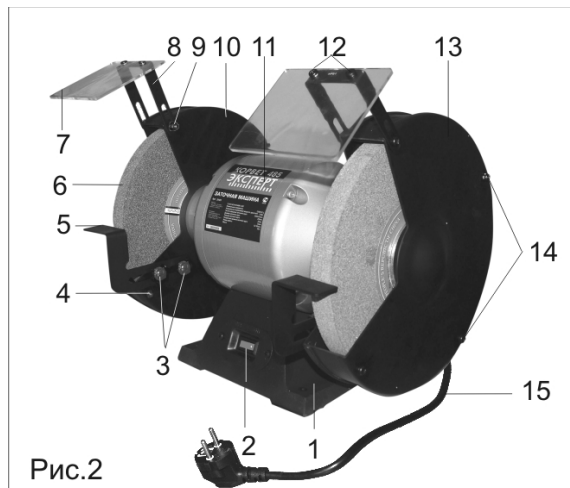

Рис.2
Машина состоит из следующих сборочных единиц и деталей (Рис. 2):
Установите машину на ровной и устойчивой поверхности верстака и надёжно закрепите её через специальные отверстия в основании (1), Рис. 2, с помощью болтовых соединений (не комплектуются).
### 9. СБОРКА И РЕГУЛИРОВКА (Рис. 2)
### 10.1. Пуск машины (Рис. 2)
### 10.2. Заточка режущего инструмента (Рис. 2)
### 11. ЗАМЕНА ШЛИФОВАЛЬНОГО КРУГА (Рис. 2, 3)
После работы очищайте машину от абразивной пыли, металлических опилок и т.д. Перед работой на машине проверяйте крепление всех элементов конструкции машины. Регулярно очищайте защитные экраны (7), Рис. 2, влажной тряпкой, обеспечивая видимость рабочей зоны. Не используйте растворители или очистители, выработанные